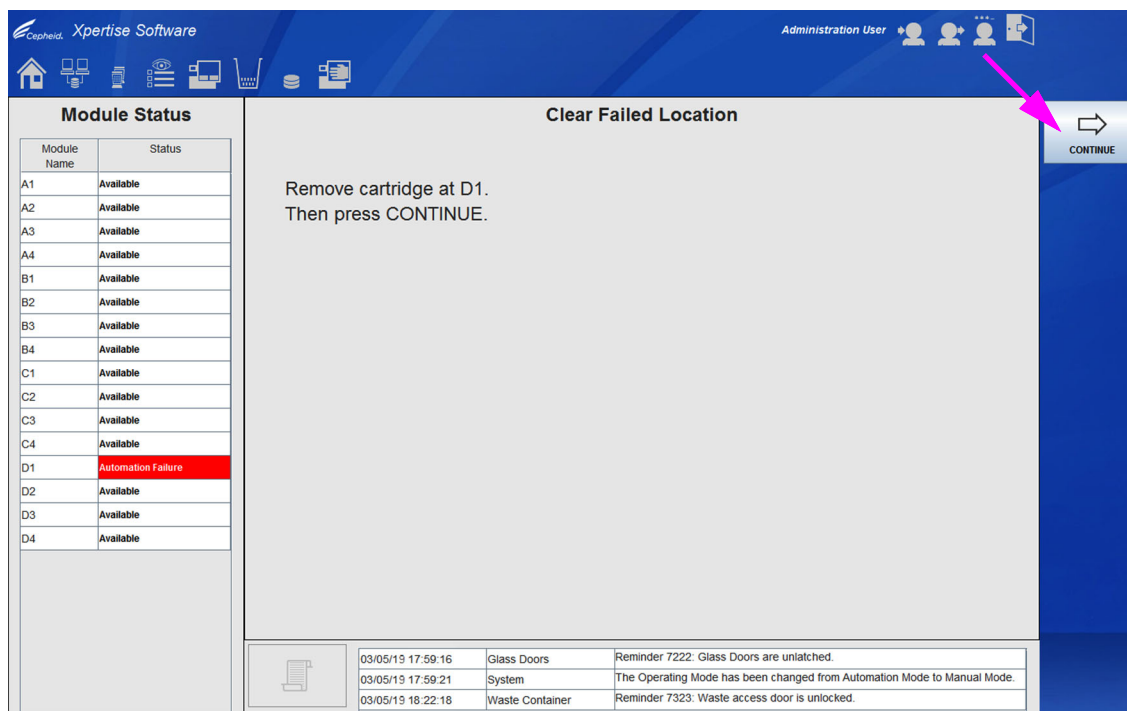

图 9-97. 清除故障位置 (Clear Failed Location) 工作区 – 从故障模块中取出检测盒
如果在该故障位置有检测盒，选择**有检测盒 (HAS CARTRIDGE)** 按钮。系统将提示您该位置需要取出检测盒，然后继续到下一个选中位置。请参见图 9-97。
- 手动从该模块中取出检测盒并选择**继续 (CONTINUE)** 按钮以清除故障位置 (请参见图 9-97)。系统将自动到下一个选中位置。